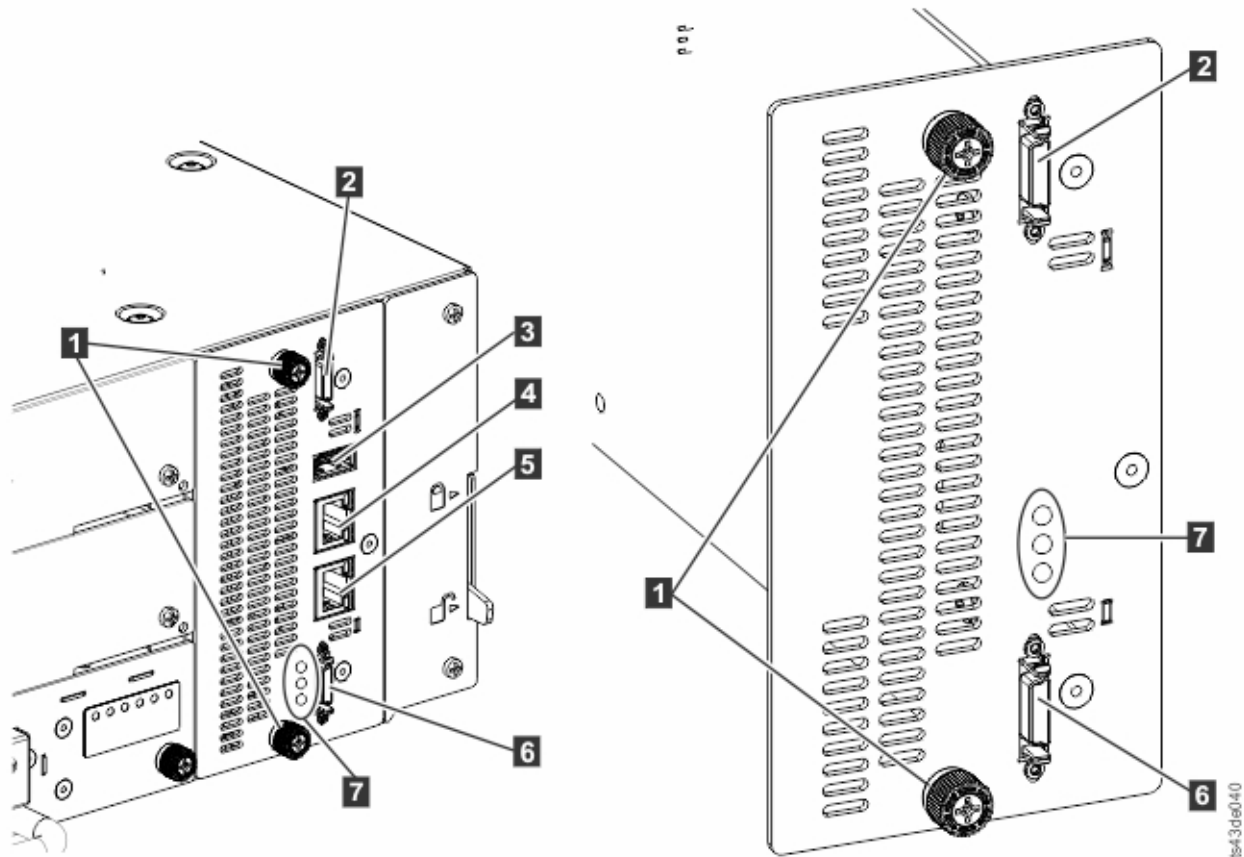

Figure 69. Composants de la carte contrôleur
3. Retirez les câbles Ethernet (**4** et **5**) et le câble USB (**3**), le cas échéant. Un module d'extension ne comporte pas de port Ethernet ou USB. Voir la Figure 69 on page 123.
4. Remettez en place les câbles d'interconnexion d'extension (**2** et **6**), le(s) câble(s) Ethernet (**4** et **5**) et le câble USB (**3**) qui ont été retirés précédemment. Un module d'extension ne comporte pas de port Ethernet ou USB. Voir la Figure 69 on page 123.